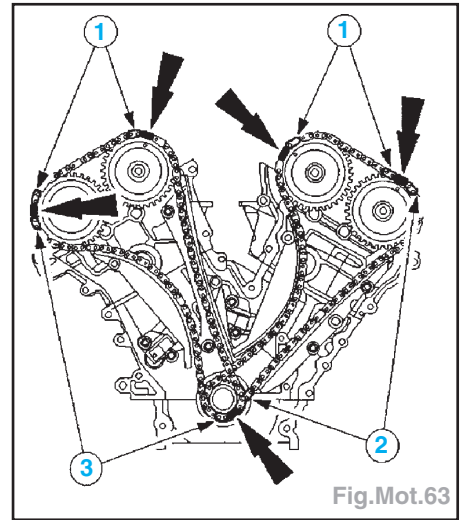

Fig.Mot.63
- Contrôler le calage des arbres à cames (Fig.Mot.63) :